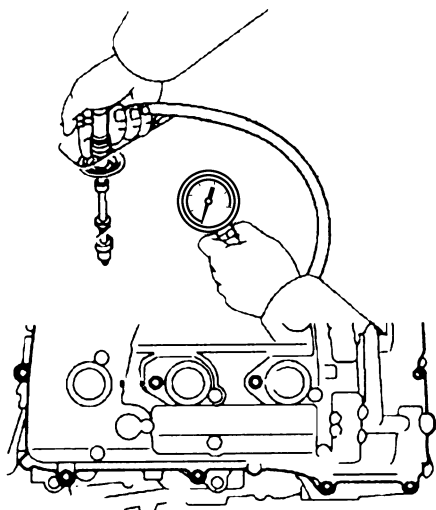

图 1-2 检查气缸压缩压力
- ① 将发动机暖机。
- ② 拆下高压阻尼线。
- ③ 拆下火花塞。
- ④ 检查气缸压缩压力。
- a. 将气缸压缩压力表装在火花塞孔上，如图 1-2 所示。